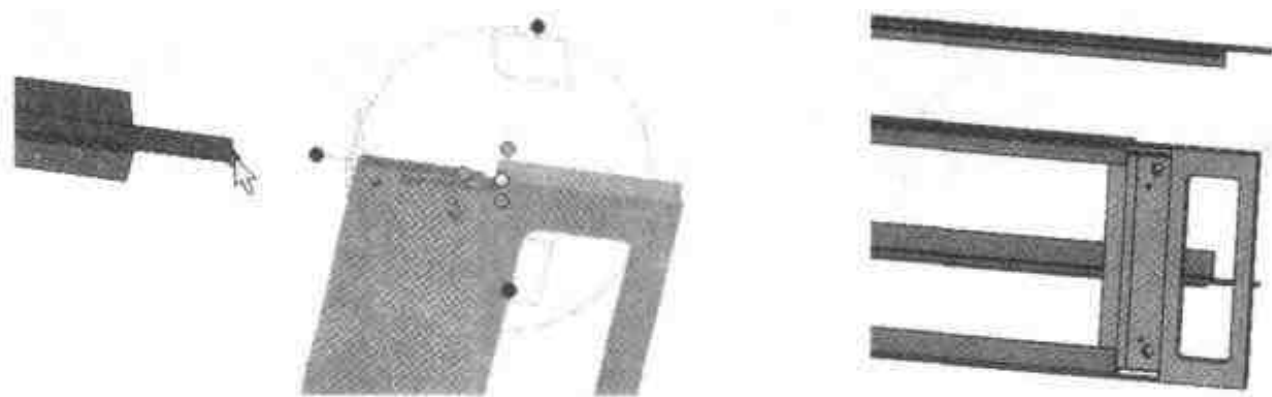

图 4.131 在左边框中装入手柄
- (9) 右击中心手柄, 选择【到点】命令, 选择左边框的角点(箭头处), 生成手把和边框的装配件, 如图 4.131 所示。